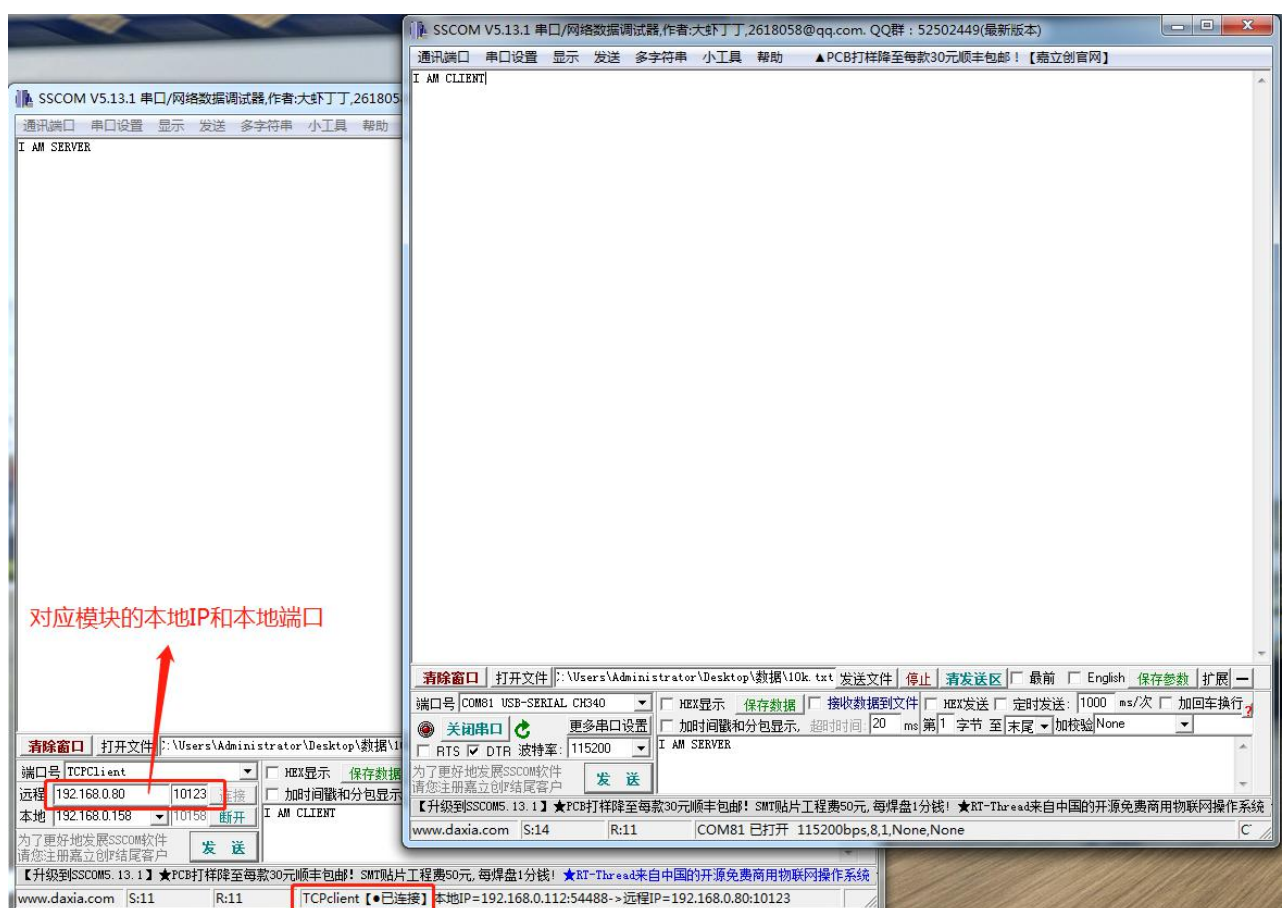

图 7：数据传输测试图
- 2) 其中一个sscom选择与模块对应的串口，设置波特率为115200；另一个sscom设置成为TCP Client，在远程中填入目标IP 地址192.168.0.80，端口号10123，点击连接，成功后如图7所示；如果失败请检查2.2中设置是否正确。